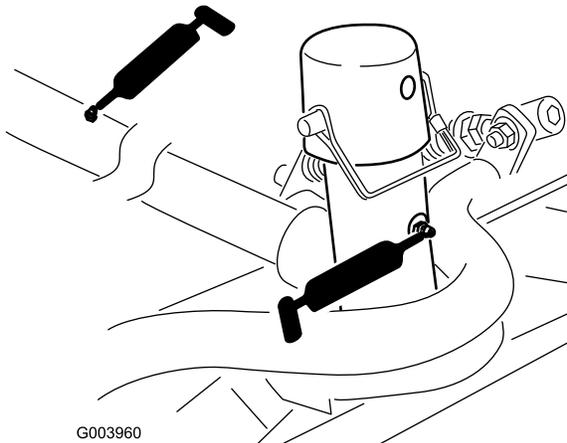

Figura 52
- Estrutura de suporte e articulação da unidade de corte (2 de cada) (Figura 52)